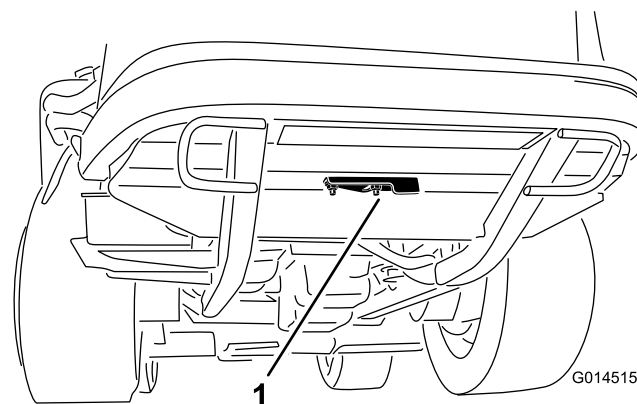

Figure 35
2. Desserrez l'écrou à embase qui fixe le couvercle de nettoyage à la face inférieure du cadre arrière (Figure 35). Faites pivoter le couvercle sur le côté pour exposer le trou de nettoyage dans le cadre.